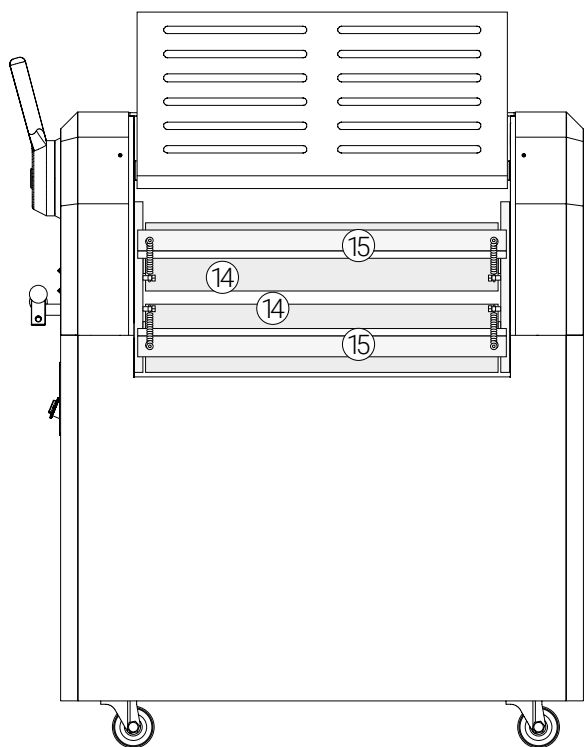
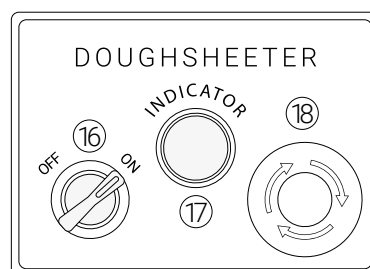

Рис. 2
Рис. 3
- ④ Защитная решетка. В поднятом положении блокирует работу машины, предотвращая возможность получения травмы оператором.
- ⑤ Съемная скалка для наматывания/разматывания теста в специальном креплении на конвейерном столе.
- ⑥ Механизм натяжения ленты.
- ⑦ Выдвижной лоток. Предназначен для предотвращения падения теста.
- ⑧ Телескопическая опора конвейерного стола. Фиксирует и удерживает конвейерные столы в рабочем и поднятом положении.
- ⑨ Транспортные колеса с механизмом фиксации.
- ⑩ Педали управления (опционально) для реверсивного движения конвейерной ленты. Дублирует назначение поз. 12.
- ⑪ Панель управления.
- ⑫ Рычаг управления реверсивного движения конвейерной ленты. Дублирует назначение опциональной поз. 10.
- ⑬ Рычаг регулировки зазора между раскатывающими валками с фиксирующей ручкой. Служит для регулирования толщины раскатываемой заготовки.
5.1.2. Тестораскаточная машина. Вид А: рис. 2, панель управления: рис. 3